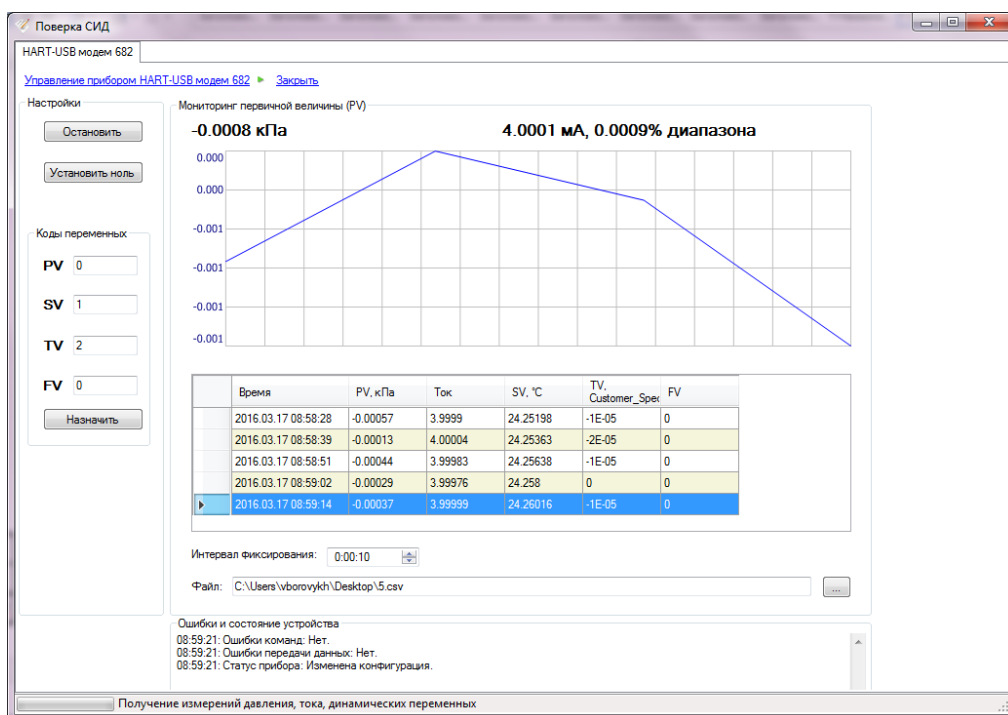

Рисунок 4.123 – Мониторинг первичной величины
- Мониторинг (см. Рисунок 4.123);